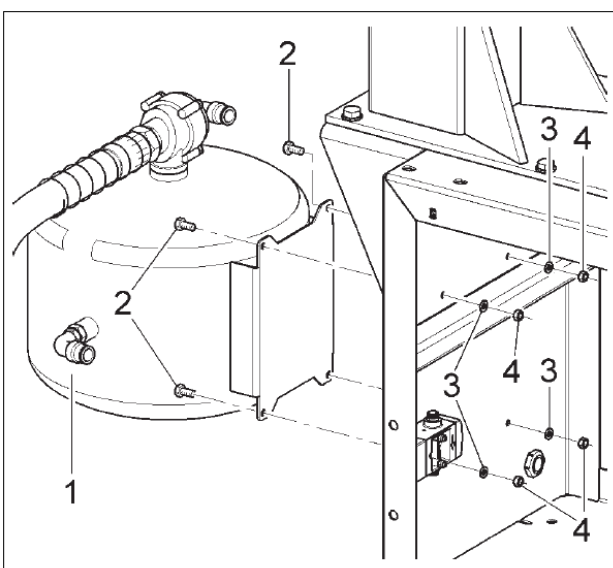

Рис. 9
- m) Установите резервуар 1 (рис.9) на станине станда, как показано на Рис. 9, используя винты 2 (момент затяжки припл. 8 Нм), шайбы 3 и гайки 4;